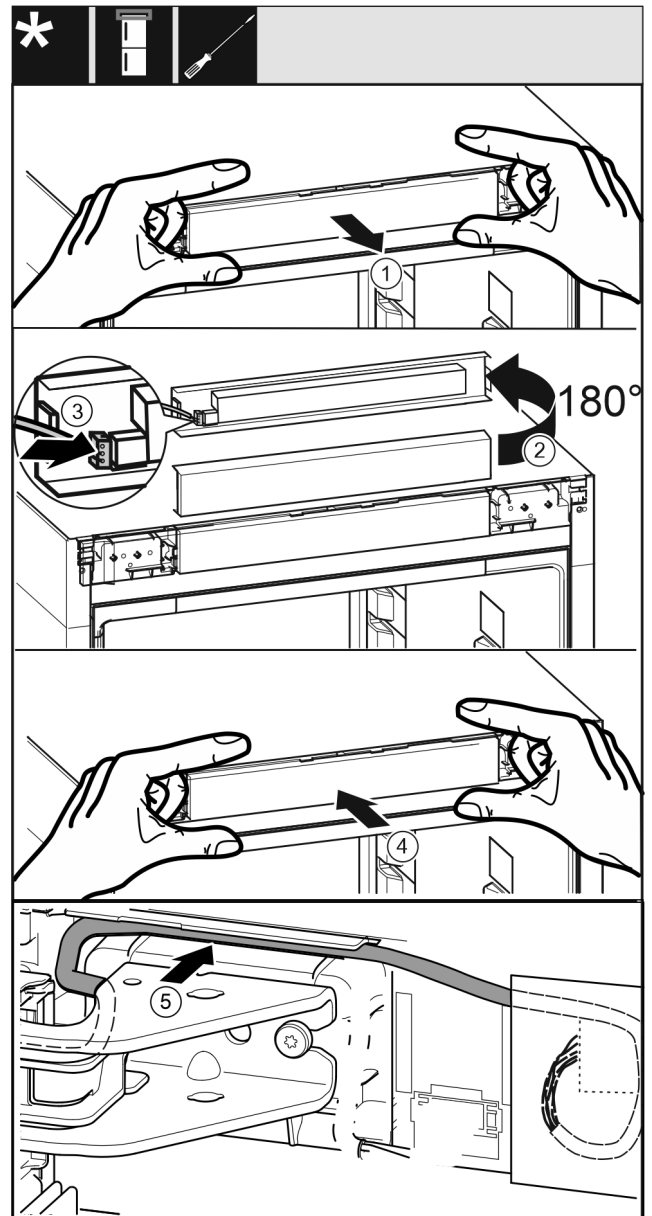

Fig. 43
- ▶ Bedieningspaneel er voorzichtig uitnemen. Fig. 43 (1)
- ▶ Paneel met 180° omhoog draaien. Fig. 43 (2)
- ▶ Stekker van het bedieningspaneel vergrendelen. Fig. 43 (3)
- ▶ Bedieningspaneel weer op het apparaat vastklikken. Fig. 43 (4)
- ▶ Grijs kabel voorzichtig in de geleiding boven de bovenste lagerbus monteren. Fig. 43 (5)